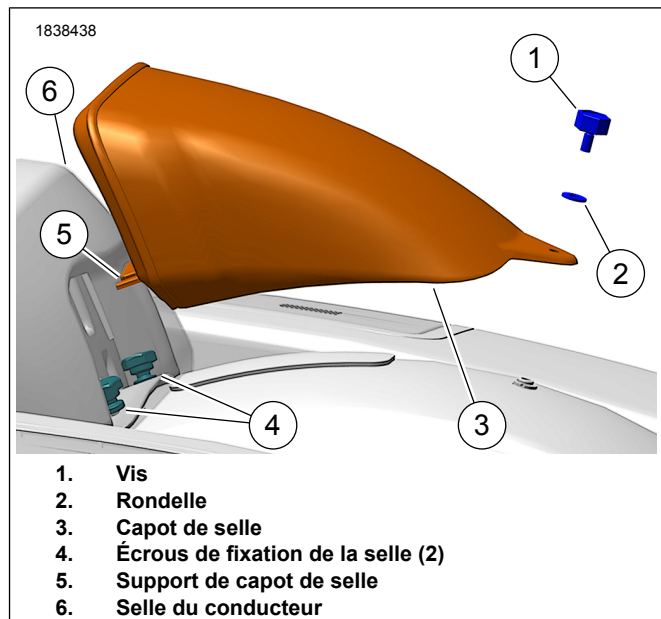

Figure 2. Capot de selle
- Voir la Figure 2. Les fentes du support de capot de selle (5) s'adaptent aux écrous de montage de la selle (4) à cet endroit.
1. Soulever le couvercle arrière de la selle du conducteur (6) pour exposer les écrous de fixation de selle (4).
2. Faire glisser le capot de selle (3) vers l'avant pour l'engager dans les écrous de fixation de la selle.
3. Installer la rondelle (2) et la vis (1). Serrer.